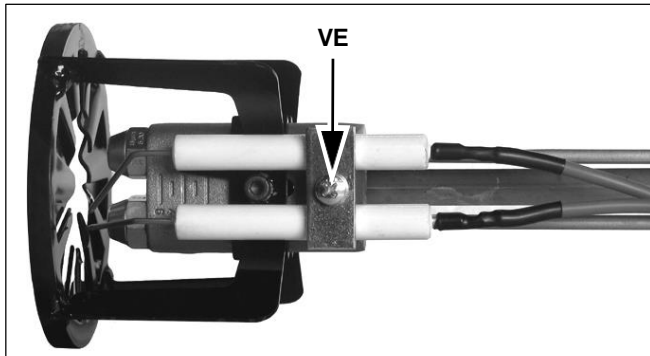
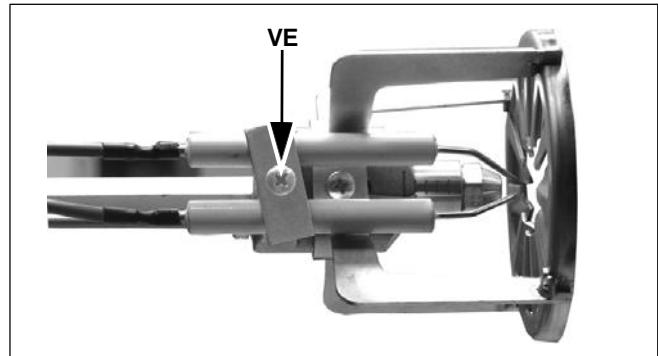

Fig. 47 - Zweistufiger Brenner
Fig. 48 - Einstufiger Brenner
- Ziehen Sie die Schraube VE heraus und entfernen Sie die Elektroden aus der Halterung (Abb. 47 - Abb. 48).